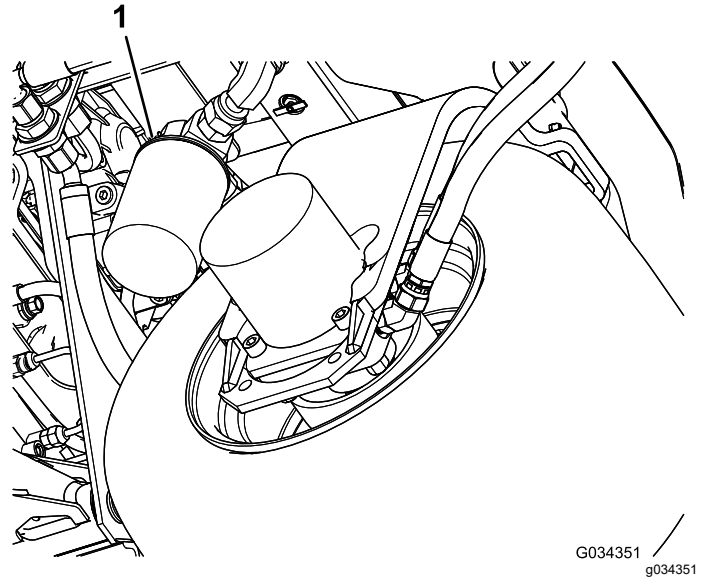

Bild 83
2. Reinigen Sie den Anbaubereich des Filters. Stellen Sie eine Auffangwanne unter den Filter (**Bild 83**) und entfernen den Filter.